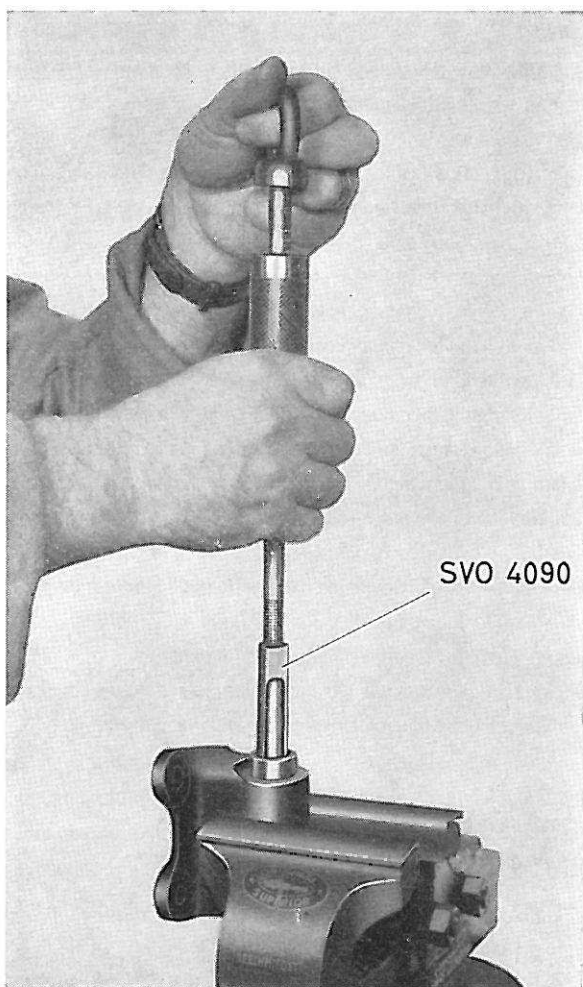

Figure 62. Démontage des roulements à aiguilles
3. Fixer le support dans un étau et extraire les roulements à aiguilles avec l'outil SVO 4090, voir figure 62. Le démontage des bagues se fait avec le mandrin SVO 2498.